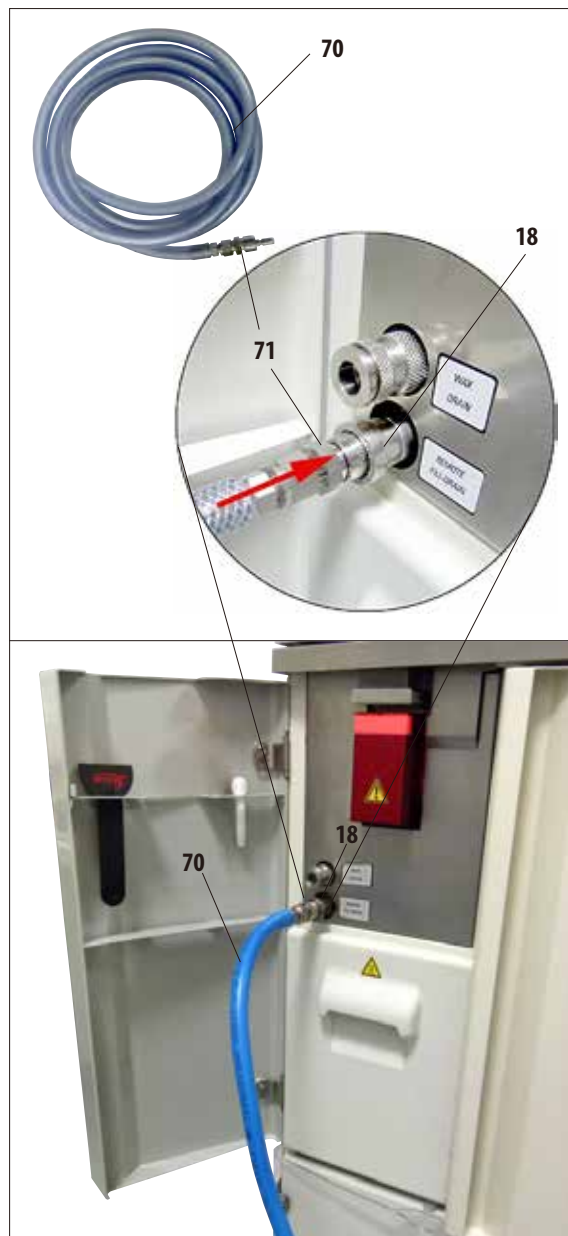

Рис. 161
- Подсоедините шланг для бесконтактного заливания/слива реактивов (70) как показано на рис. 161.
- При надевании шланга на штуцер для реактивов (поз. 18 на рис. 161) соединительный элемент (71) должен зафиксироваться на штуцере с ощутимым щелчком.